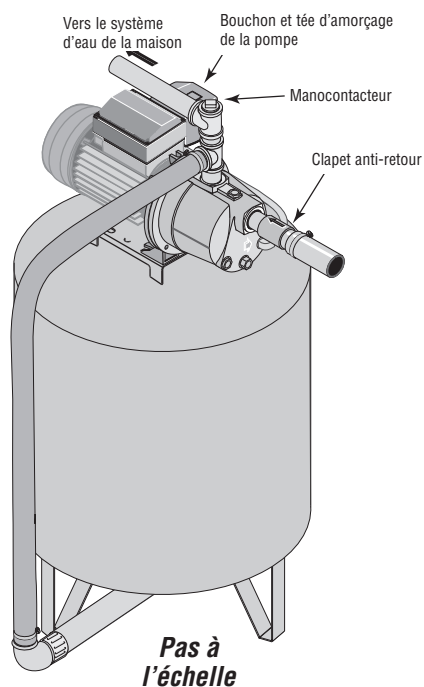

Figure 4 – Branchements sur un réservoir préchargé
BRANCHEMENT SUR UN RÉSERVOIR PRÉCHARGÉ (FIGURES 4 ET 5)
1. Poser deux té dans l'orifice de refoulement de la pompe (voir la Figure 4). Le diamètre du tuyau doit être au moins aussi grand que le diamètre de l'orifice de refoulement.